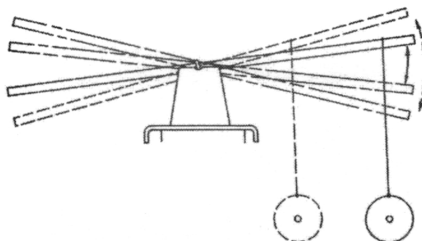

図7 振幅の調節
- また造波装置用アームと、すだれの金属棒との固定点を変えると、波の振幅が変わります。(図7参照)